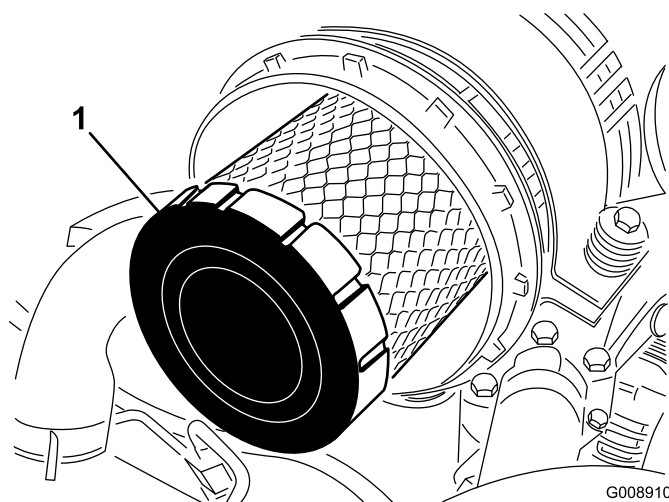

Figura 57
4. Togliete il filtro primario e sostituitelo (Figura 57).